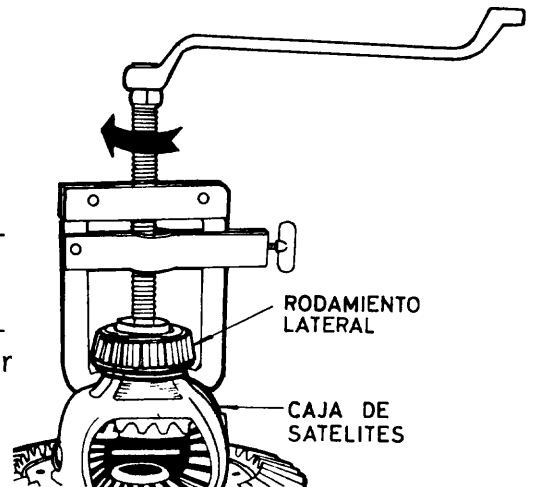

Fig. 2
- f Extraiga los rodamientos laterales de la caja de satélites con un extractor (fig.2).